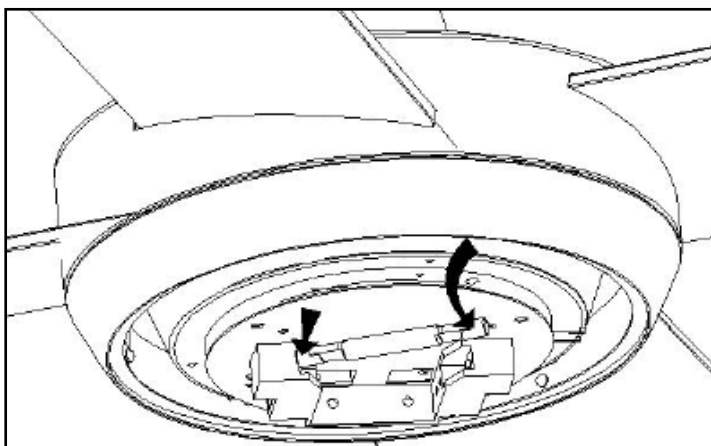

Fig. 11
- Inserire la lampada alogena lineare nell'alloggiamento. Fig 11.